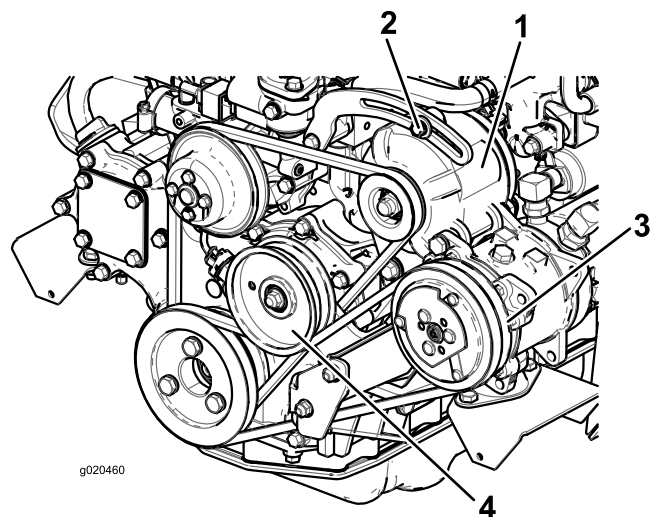

図 114
たわみが 10 mm でない場合には、オルタネータ取り付けボルトをゆるめ 図 114、
100 運転時間ごとにベルト 図 114 の劣化状態および張り具合を点検してください。
2. たわみが 10 mm でない場合には、アイドラプーリ取り付けボルトをゆるめる 図 114。コンプレッサベルトの張りを調整し、ボルトを締め付ける。もう一度ベルトのたわみを点検し、適切に調整されたことを確認する。